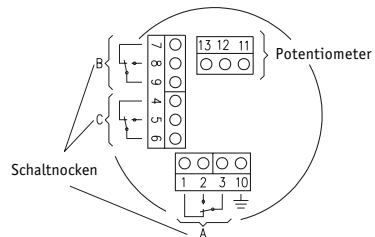

Abb. 5: Anschlussbelegung GP43/44
- Litzen an den Klemmen des Gerätes anschließen (Abb. 5 und 6).